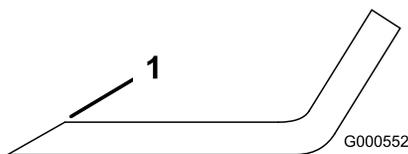

Рисунок 69
1. Заточите напильником режущую кромку на обоих концах ножа (Рисунок 69).
Примечание: Если нож не сбалансирован, удалите некоторое количество металла только с конца области загиба (Рисунок 69).